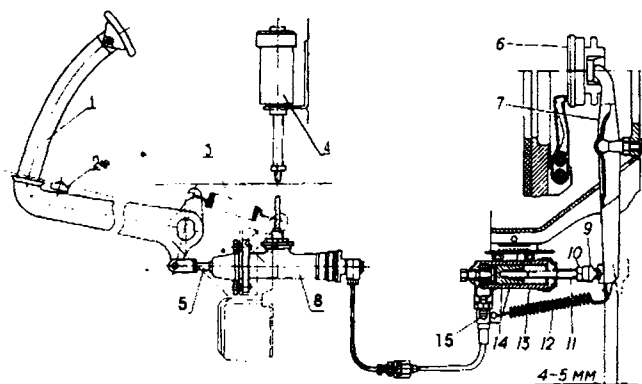

Рис. 4-2. Привод выключения сцепления
Привод выключения сцепления (рис. 4-2.) гидравлический, состоит из подвесной педали, главного цилиндра, рабочего цилиндра и трубопровода для подачи рабочей жидкости между цилиндрами.
1. Отсоединить оттяжную пружину 12 вилки (рис. 4-2.).
1. Отвернуть крышку заливного бачка 4 (рис. 4-2), который расположен на задней перегородке моторного отсека.